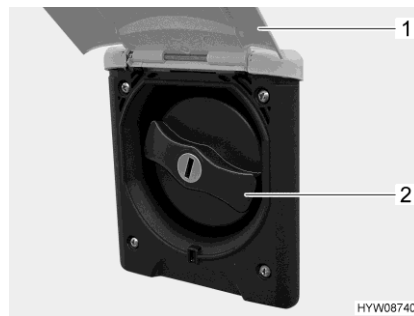

Bild 209 Verschlussdeckel (Trinkwasser-Einfüllstutzen)
- Außenklappe (Bild 209,1) nach oben schwenken.
- Blauen Verschlussdeckel (Bild 209,2) eine viertel Umdrehung drehen.